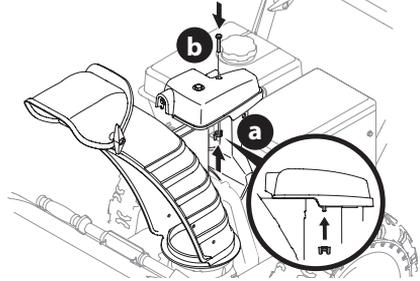

Figura 15
3. Termine de sujetar el cabezal de control del canal a la ménsula de soporte del canal con la tuerca de mariposa (a) y el tornillo hexagonal (b) que extrajo en el Paso 1 (Figura 15).